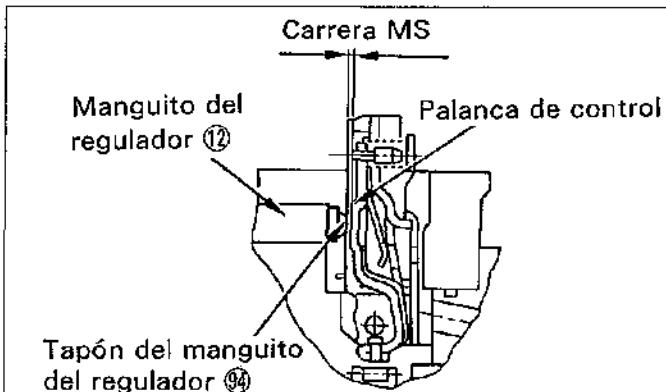

Figura.14-49 Carrera MS
La carrera "MS" se refiere a la carrera de incremento de arranque y es el hueco entre el tapón del manguito del regulador ⑩ y la palanca de control. (Vea la figura.14-49)